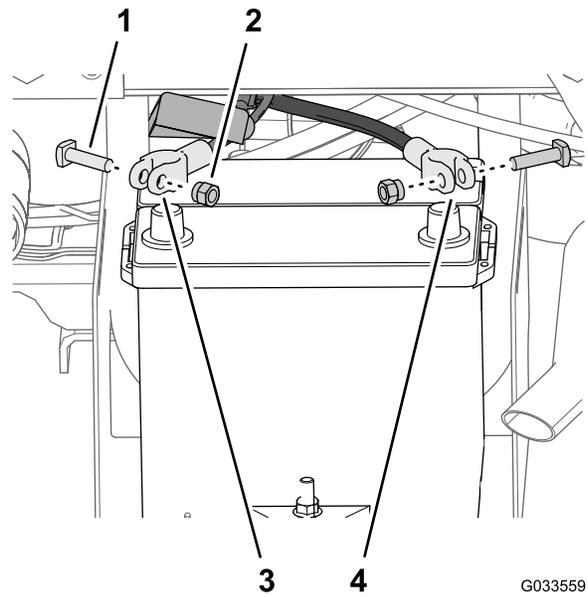

Figure 25
1. Retirez les écrous et les boulons en T sur les colliers des câbles positif et négatif de la batterie (Figure 25).